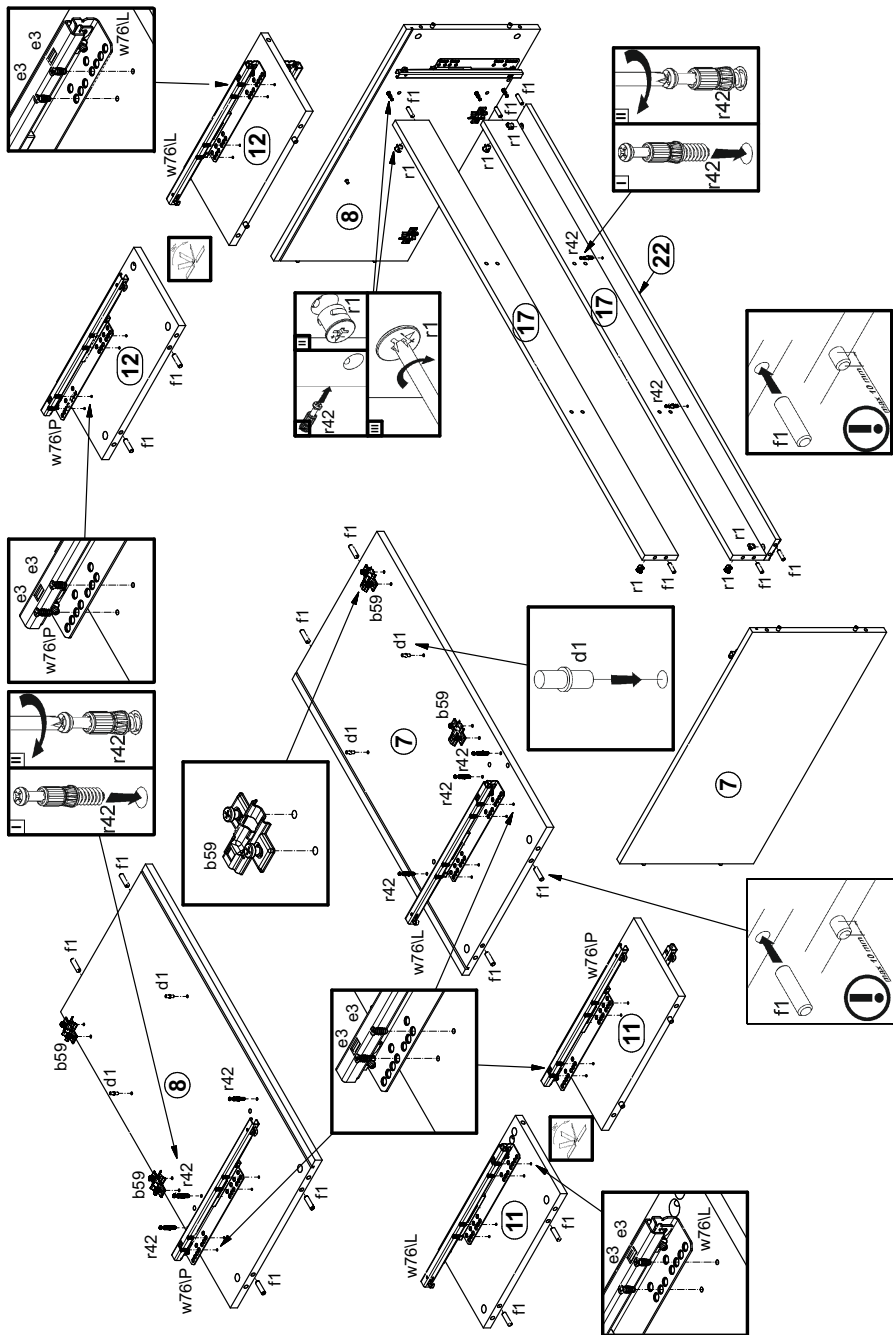
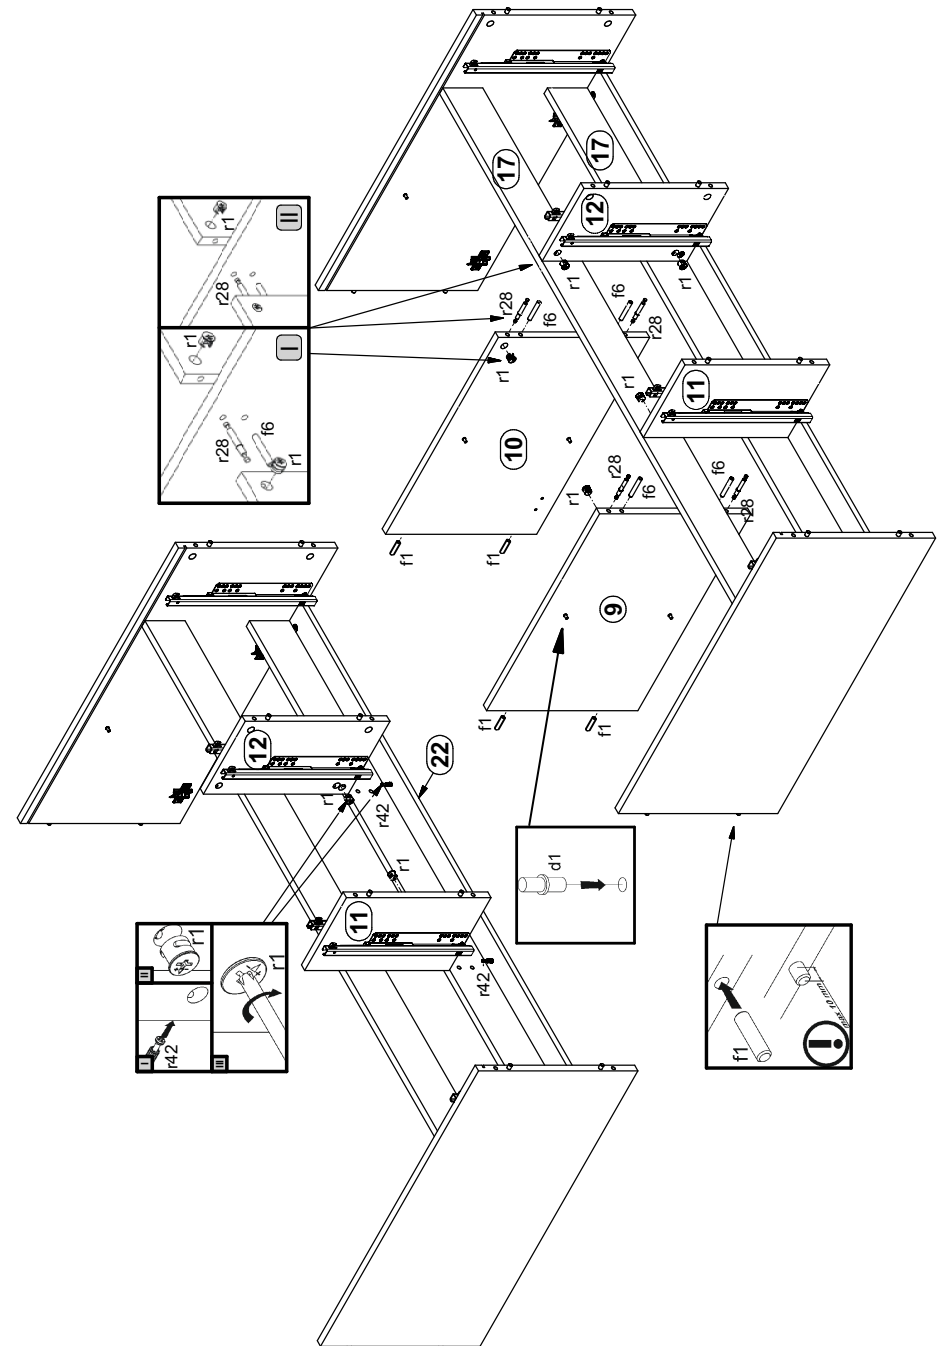
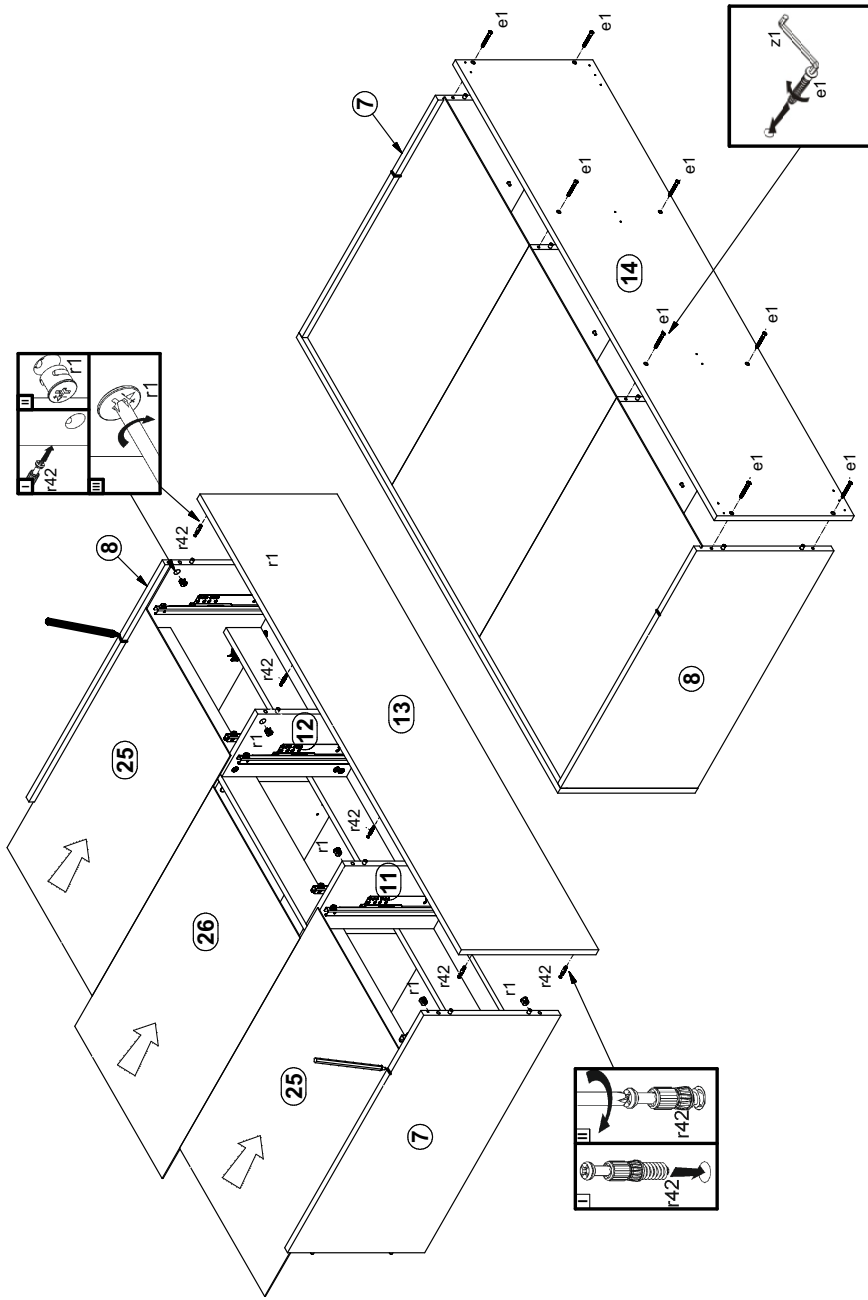

Рисунок 2
Рисунок 3
Рисунок 4
2. В отверстия $\varnothing 8$ мм на верхних и нижних кромках стенок боковых **7, 8 (см. рис. 2)**, на верхних кромках стенок средних **11,12 (см. рис. 2)**, на боковых кромках цоколей **17**, планки декоративной **22 (см. рис. 2)**, на нижних кромках стенок средних **9, 10 (см. рис. 3)** вбить деревянные шканты **f1**.
2. В отверстия $\varnothing 8$ мм на верхних кромках стенок средних **9, 10 (см. рис. 3)** вбить деревянные шканты **f6**.
3. В отверстия $\varnothing 5$ мм на внутренних поверхностях стенок **7, 8** закрепить ответные планки петли **b59 (см.рис. 2)**.
5. В отверстия $\varnothing 5$ мм на внутренних поверхностях стенок **7, 8, 11,12** закрепить направляющие **w76IP** и **w76IL** еврошурупами **e3 (см.рис. 2)**.
7. В отверстия $\varnothing 5$ мм на внутренних поверхностях стенок **7, 8 (см. рис. 2)**, стенок **9, 10 (см. рис. 3)**, установить полкодержатели **d1**.
8. В отверстия $\varnothing 5$ мм на внутренних поверхностях стенок **7, 8 (см. рис. 2)**, на нижней поверхности щита **13 (см. рис. 4)** вкрутить винты стяжки **r42**.
9. В отверстия $\varnothing 15$ мм на нижних поверхностях цоколей **17 (см. рис. 2)**, на задней поверхности планки **22 (см.рис. 2)**, на боковых поверхностях стенок **7, 8 (см. рис. 4)** вставить стяжки эксцентрикковые **r1**.
10. Соединить детали **7, 8, 17, 22** и затянуть стяжки эксцентрикковые **r1**, пользуясь отверткой **(см. рис. 2)**. Стяжки эксцентрикковые **r1** закрыть заглушками **s2**.
11. Присоединить стенки **11,12** к планке **22** и затянуть стяжки эксцентрикковые **r1**, пользуясь отверткой **(см. рис. 3)**. Стяжки эксцентрикковые **r1** закрыть заглушками **s2**.
12. Соединить детали **9,10,11,12** с помощью шкантов **f6** и затянуть стяжки эксцентрикковые **r1**, пользуясь отверткой **(см. рис. 3)**.
13. В пазы деталей **7, 8, 13** вставить стенки задние **25, 26 (см. рис. 4)**.
14. Присоединить щит **14** к стенкам **7, 8, 9, 10** затянуть конформаты **e1**, пользуясь ключом **z1 (см. рис. 4)**.